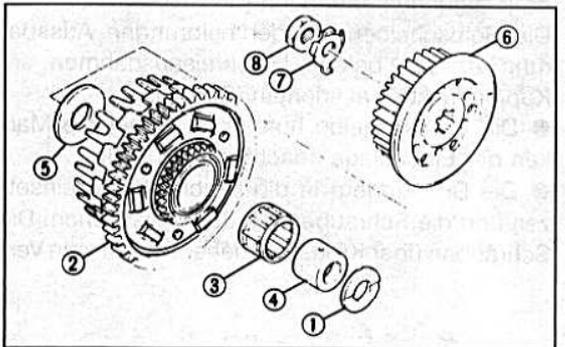

Bild 191 ▶
- Die Mutter mit dem Sicherungsblech sichern (Bild 191).